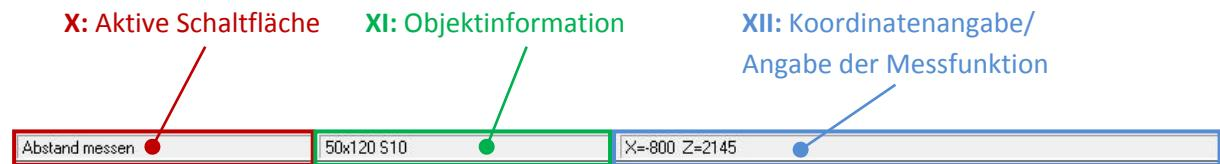

Abb. B 3
Die **Statusleiste** (III) enthält Informationen zur **aktiven Schaltfläche** (X), zu dem **Objekt** (XI), auf welches mit dem Mauszeiger gezeigt wird (z. B. in Abb. B 3 Holzquerschnitt des Obergurtes) sowie die aktuelle **Koordinatenangabe** des Mauszeigers bzw. die **Angabe** des Ergebnisses der **Messfunktion** (XII).